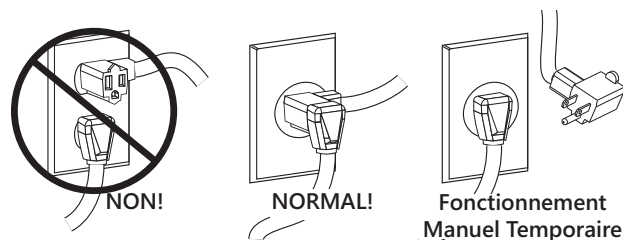

Figure 11. Fonctionnement de l'interrupteur siamois
**Tous les modèles Pro370 et de la série 380 à évacuation verticale** sont munis d'un flotteur en usine et l'interrupteur à flotteur est fixé sur le module QuickTree. Ces modèles sont munis de deux cordons : l'un relié à l'interrupteur à flotteur et l'autre au moteur de la pompe. Le cordon de l'interrupteur est muni d'un connecteur en série (siamois) permettant de brancher le cordon de la pompe (moteur) sur son dos (Figure 11). Ce système a pour but de permettre le fonctionnement manuel de la pompe.